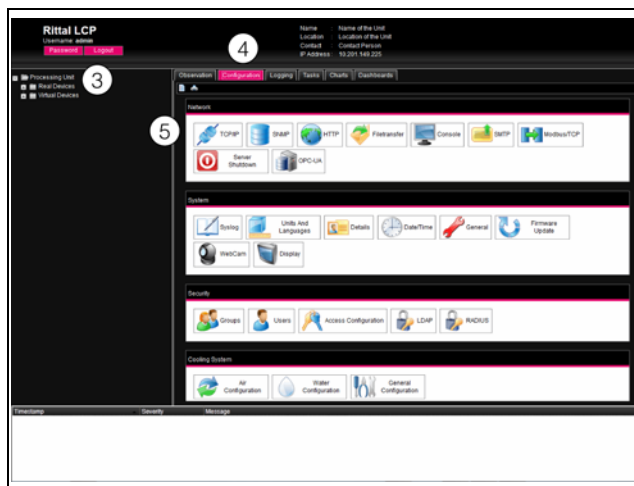

Рис. 55: Настройка подключения TCP/IP
Откроется главная страница прибора (рис. 55).
- В левой части главной страницы (области навигации) нажмите на элемент **Processing Unit** (Рис. 55, поз. 3) и в правой части (области конфигурирования) на вкладке **Configuration** (Рис. 55, поз. 4).
- В группе элементов **Network** нажмите на элементе **TCP/IP** (рис. 55, поз. 5).